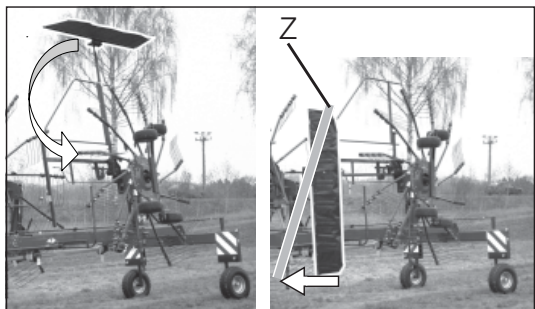

Рисунок 3-18
5. Отвернуть валковое полотно с помощью гидравлики (опция) (Рисунок 3-18)